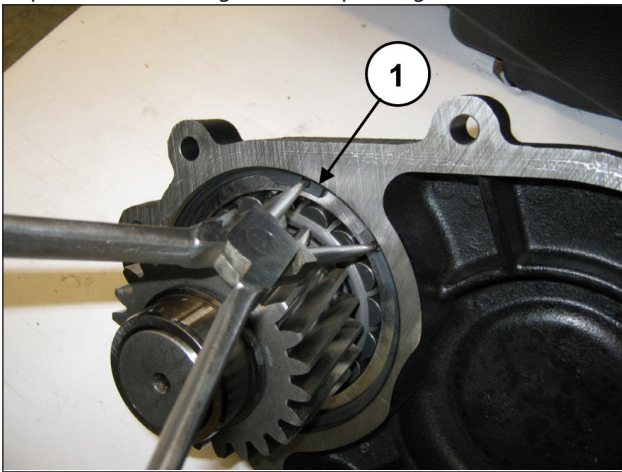

Fig. 7
Il est possible de démonter complètement le couvercle du réducteur du pignon en procédant de la façon suivante : Déposer l'anneau Seeger Ø120 (rep. ①, Fig. 7).